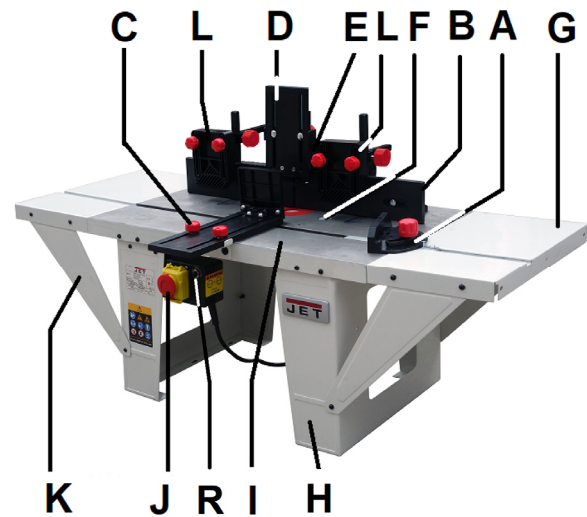

Fig 1
Fixez l'interrupteur (J, Fig 1) avec 2 vis.
Fixez les rallonges de table (G, Fig 1) et les supports (K) avec des vis à têtes cylindriques et des écrous.